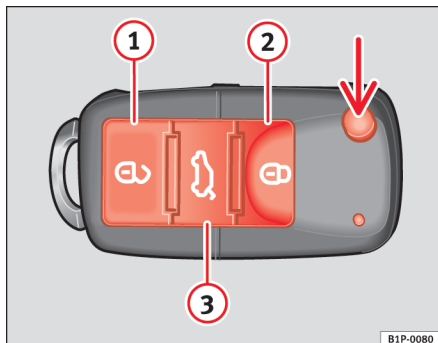

Fig. 42 Affectation des touches de la clé à radiocommande
La touche \Rightarrow fig. 42 (flèche) de la radiocommande permet de débloquer le panneton de la clé.
Déverrouillage du véhicule \Rightarrow fig. 42 ①
Verrouillage du véhicule \Rightarrow fig. 42 ②.
Déverrouillage du coffre. Appuyer sur la touche \Rightarrow fig. 42 ③ jusqu'à ce que tous les clignotants du véhicule s'allument brièvement. Après avoir appuyé sur la touche de déverrouillage \Rightarrow ③, vous disposez de 2 minutes pour ouvrir le coffre. Une fois ce temps écoulé, il se verrouillera de nouveau.
Pour modifier l'état de verrouillage/déverrouillage, actionnez le bouton  ou la touche ① ⇒ page 85, fig. 42 de la clé de la radiocommande.